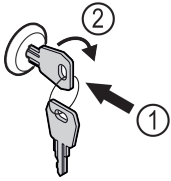

Fig. 115
- ▶ Dugja be a kulcsot Fig. 115 (1).
- ▶ Forgassa el a kulcsot 90°-kal az óramutató járásával megegyező irányba Fig. 115 (2).